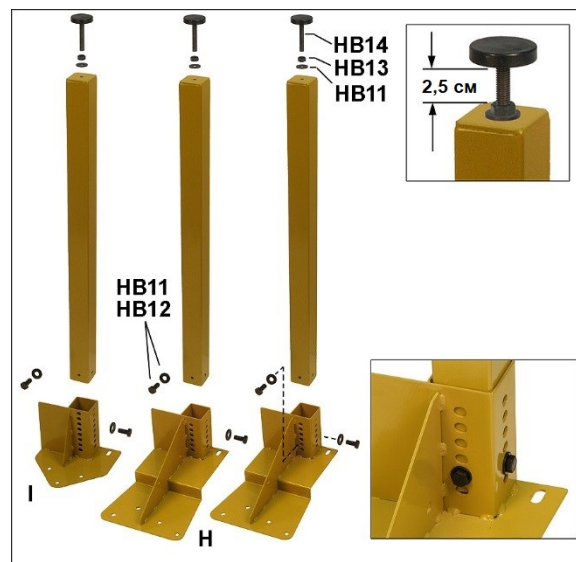

Рисунок 7-1
1. Установите регулируемые опоры (HB14) в резьбовое отверстие каждой ножки с помощью гайки (HB13) и шайбы (HB11). См. рисунок 7-1. Для обеспечения безопасной регулировки опоры гайка должна плотно прилегать к ножке. Вкрутите регулируемую опору в ножку так, чтобы примерно 2,5 см ее резьбы остались свободны как показано на рисунке; окончательная регулировка опор будет сделана позже.
2. Установите по ножке в каждый кронштейн (H и I, рисунок 7-1). Для циркулярной пилы Powermatic вставьте винт во второе отверстие (см. вставку, рисунок 7-1). Позже при необходимости винт можно будет переустановить.